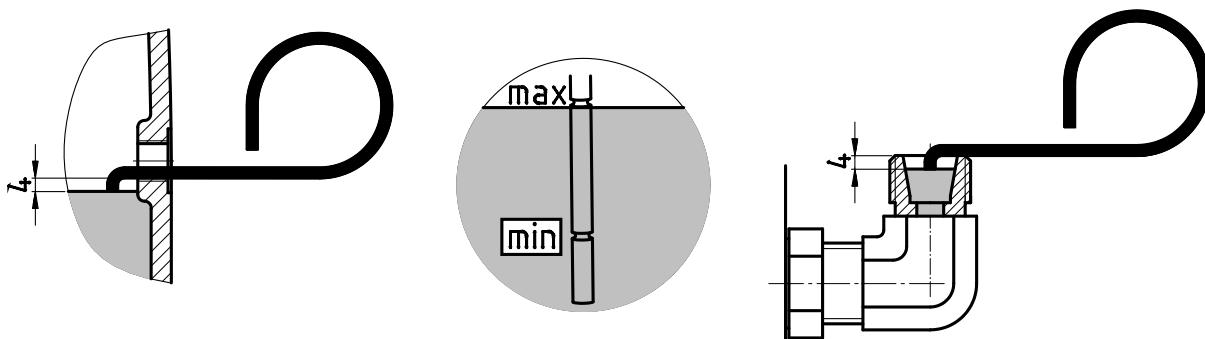

Рисунок 27: Проверка уровня масла с помощью масломерного щупа
1. Стандартный цилиндрический редуктор в конструктивном исполнении M4 (V1 и V5) снабжен угловой трубкой для проверки уровня масла, см. Рисунок 27 (справа), которая должна быть направлена вертикально вверх. Перед проверкой уровня масла необходимо выкрутить клапан для сброса давления.
3. Проверить уровень масла в редукторе с помощью прилагаемого масломерного щупа (деталь № 283 0050), см. Рисунок 27 (слева и справа). Погружающую в масло часть масломерного щупа следует при этом держать вертикально.
Уровень масла в маслоизмерительном бачке проверяется с помощью резьбовой пробки с масломерным щупом (резьба G1½). Уровень масла должен находиться между нижней и верхней отметкой полностью вкрученного измерительного щупа, см. Рисунок 27 (посередине). Разрешается эксплуатировать указанные редукторы в исполнениях, перечисленных в разделе 6.1 "Конструктивные исполнения и монтажные положения".